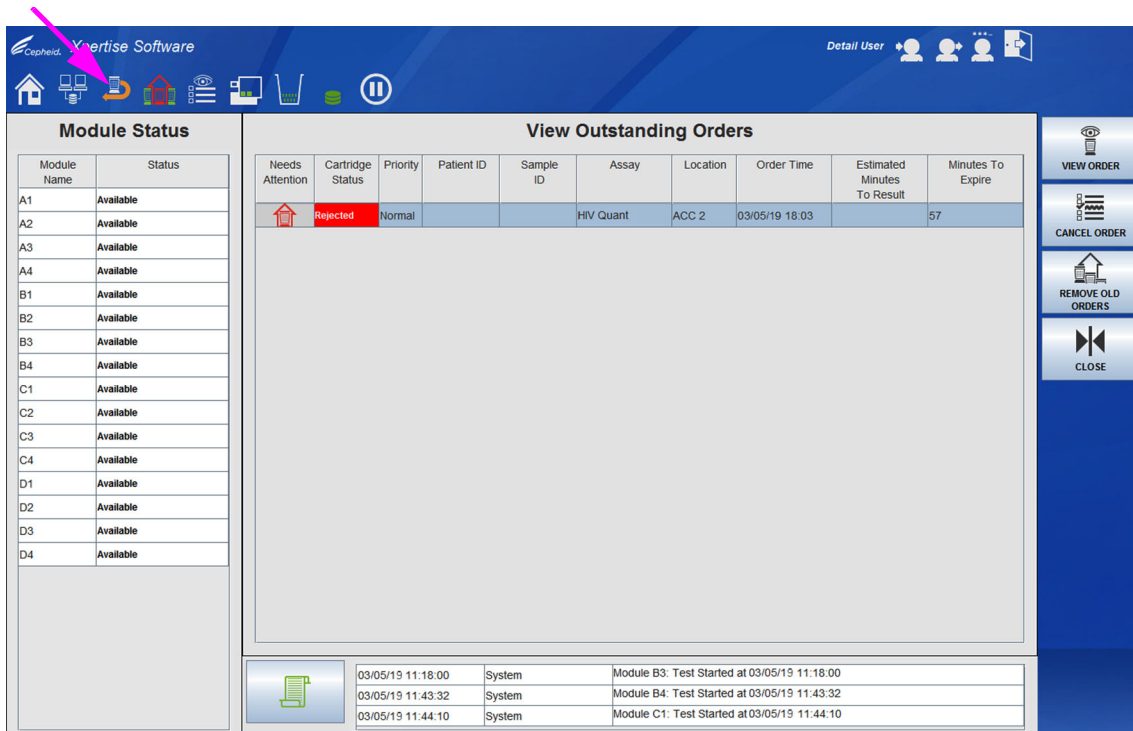
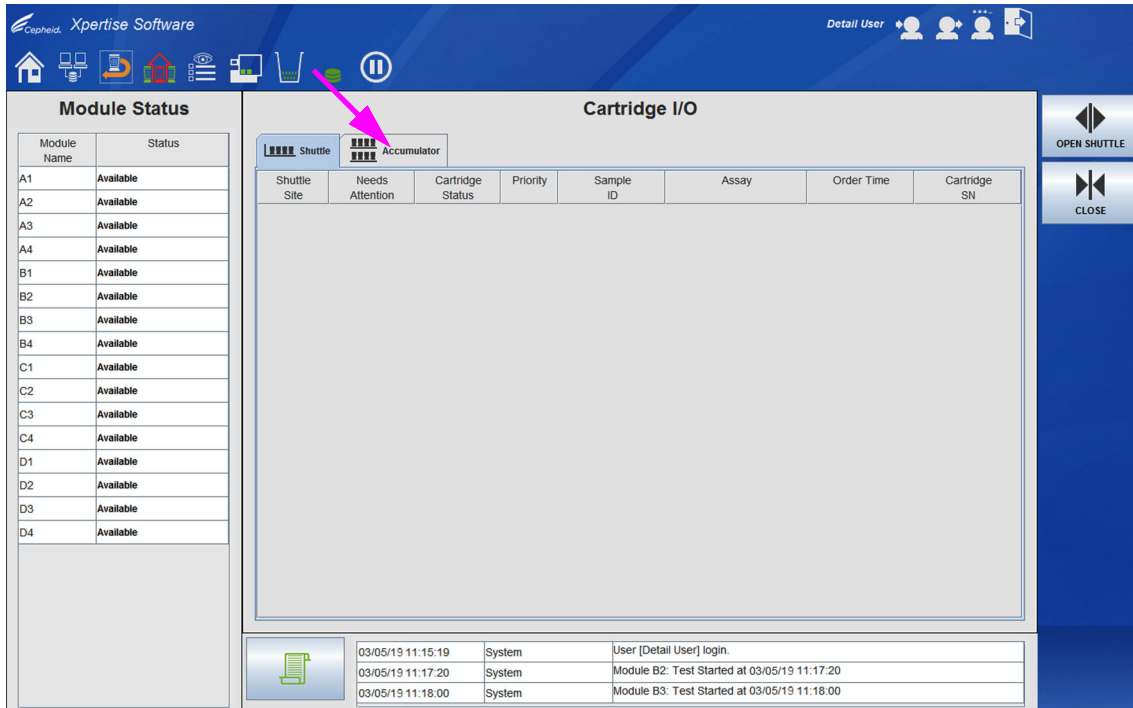
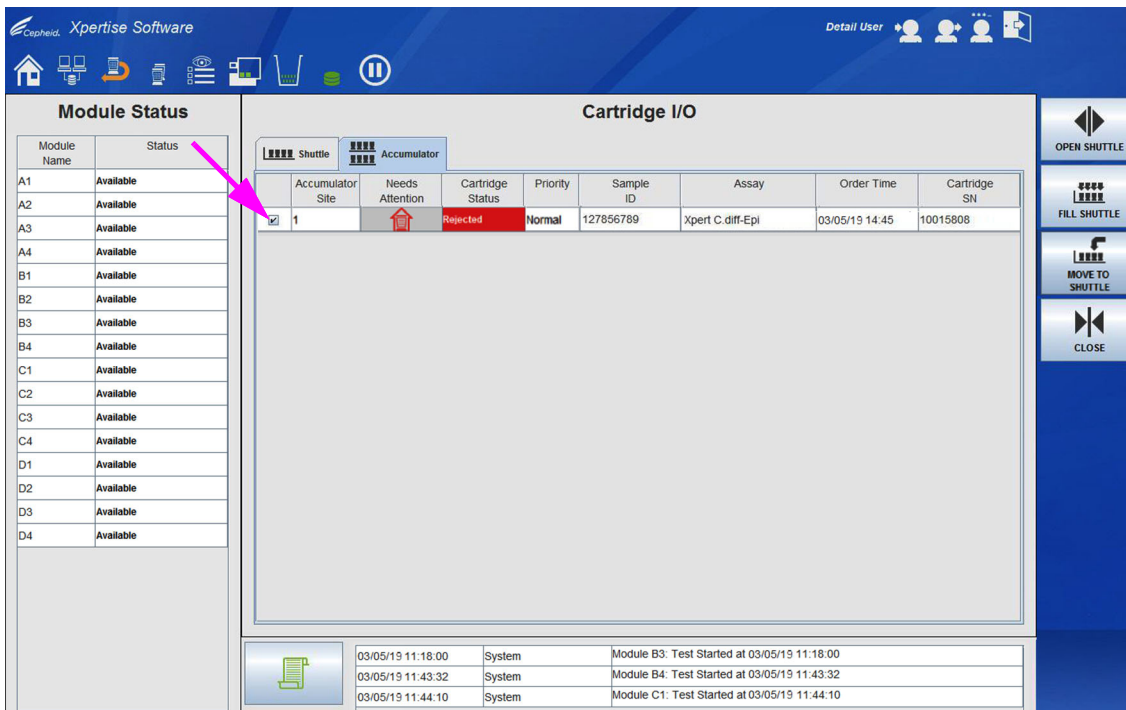

Figura 10-114. Área de trabalho View Outstanding Orders (Ver pedidos pendentes) a mostrar um cartucho Rejected (Rejeitado)
Figura 10-115. Separador Shuttle (Vaivém) da área de trabalho Cartridge I/O (E/S cartucho)
Figura 10-116. Separador Accumulator (Acumulador) da área de trabalho Cartridge I/O (E/S cartucho) a mostrar um cartucho Rejected (Rejeitado)
4. No painel de instrumentos (ver Figura 10-114), selecione o ícone **CARTRIDGE I/O (E/S CARTUCHO)**. Será apresentada a área de trabalho Cartridge I/O (E/S cartucho) a mostrar o separador Shuttle (Vaivém). Ver Figura 10-115.
5. Na área de trabalho Cartridge I/O (E/S cartucho) (ver Figura 10-115), selecione o separador Accumulator (Acumulador). Será apresentado o separador Accumulator (Acumulador) a mostrar o cartucho rejeitado. Ver Figura 10-116.